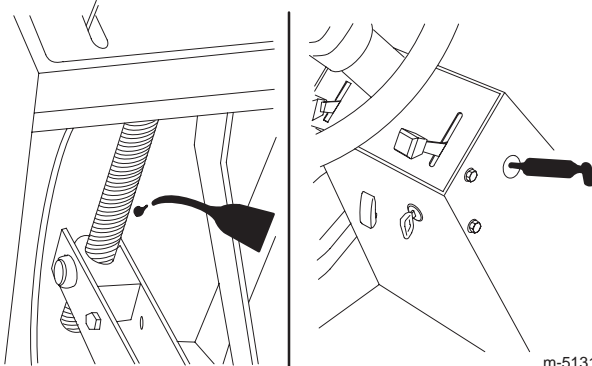

Figure 25
4. Lubrifiez les bagues de la pédale de déplacement et l'arbre de direction à l'aide de quelques gouttes d'huile SAE 10W-30 ou de lubrifiant en aérosol à sec (Fig. 25).